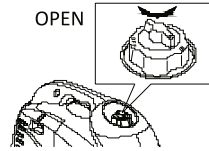

Рис. 14
- Переведите клапан крышки бака в положение «ON» (Рис. 14).